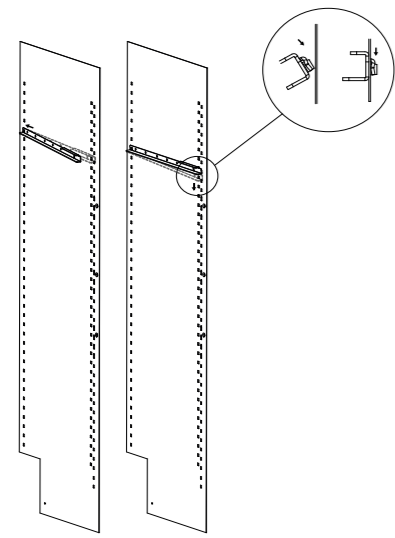
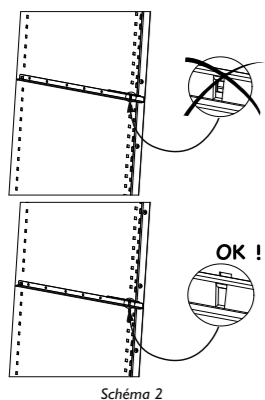

图1
图2
- 移除酒柜内部和外部的保护部件，包括下铰链的保护套（见图1）。
- 装上盖（见图2），在附件包内可以找到，用于密封下铰链的孔。
已被固定在每个酒架上。每个酒架2个垫块（图1）。请通过转动将每个垫块取出（图2）。您可保留这些垫块，以便在需要对您的葡萄酒酒柜进行长距离运输时重新使用它们。
1. 将2个滑条插入酒架支撑带中。每个酒架左右侧个安装一个滑条（见图1）。确保滑条正确地固定在壳体内（见图2）。
1. 将2个滑条插入酒架支撑带中。每个酒架左右侧个安装一个滑条（见图1及图2）。
- 将滑条插入酒架支撑带要求位置上（见图1和2）；